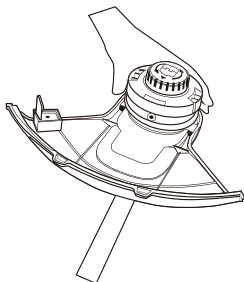

Fig. 12
- b.** Tournez la partie supérieure de la tête de coupe dans le sens indiqué sur la partie supérieure de la tête de coupe et placez les triangles supérieur et inférieur l'un contre l'autre. (Fig. 12)